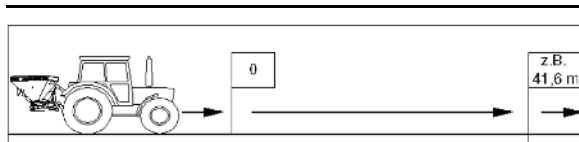

Fig. 71
7. For oppsamlet gjødselmengde (**8,5 kg**) finnes tallverdien (**A**) i den øverste skalaen (Fig. 71/1) og for ønsket spredemengde (**260 kg/ha**) tallverdien (**B**) på den midtre skalaen (Fig. 71/2).
8. Legg en rett forbindelseslinje (Fig. 71/4) mellom punktene **A** og **B**.
9. Forlengelsen av forbindelseslinjen vises på nederste skala (Fig. 71/3) tallverdien (**C**) for den påkrevde spjeldstillingen her **12,8**.